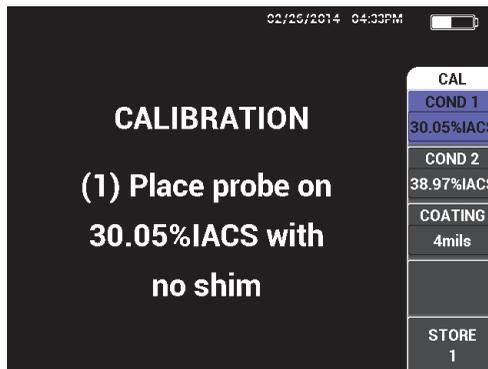

Figura 5-49 Visualización de la instrucción (1) después de aceptar el dispositivo *PowerLink*
2. Cuando la conexión se establece, seleccione **CONTINUE** (continuar) [tecla de función A] para aceptar la información del dispositivo *PowerLink*. Vea la Figura 5-49 en la página 177.